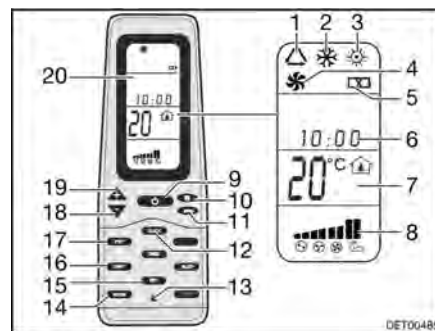

Fig. 125 Telecomando
- Premere il tasto ON/OFF (Fig. 125,9).
- Premere il tasto "Mode" (Fig. 125,11) spesso, finché la modalità desiderata (Fig. 125,1, 2, 3 o 4) viene visualizzata sul display (Fig. 125,20).
- Impostare la temperatura desiderata con i tasti "+" (Fig. 125,19) e "-" (Fig. 125,18).
- Con il tasto velocità dell'aria (Fig. 125,10) selezionare il livello desiderato per la ventola.